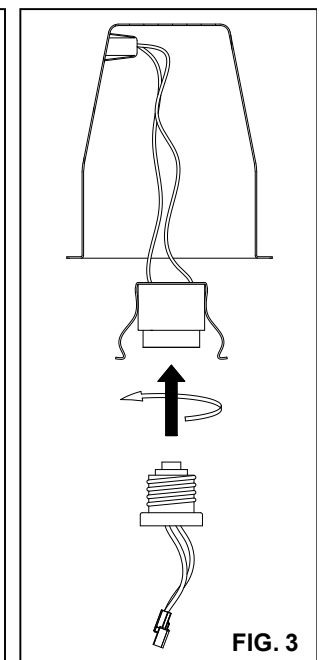

FIG. 3
1. Enchufe el CONECTOR HEMBRA del ADAPTADOR DECORATIVO en el CONECTOR MACHO de la CAJA HALO. (FIG. 3)